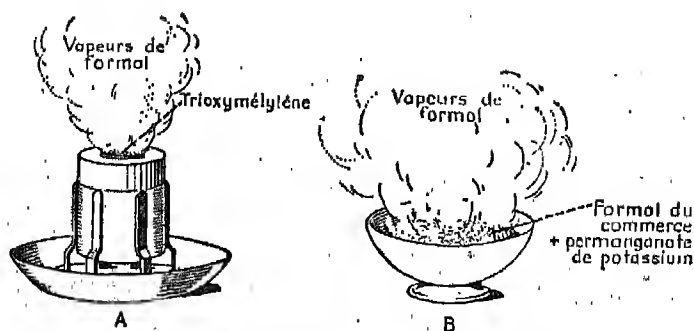

Fig. 8. — Désinfection par le formol.
2° Sans employer de réchaud, on peut opérer à froid (désinfection d'une penderie par exemple). Placer le formol du commerce, à la dose de 100 grammes dans un récipient assez grand. Y verser des cristaux de permanganate de potassium (1 partie de permanganate pour 2 de formol). Le mélange dégage immédiatement la vapeur d'aldéhyde formique (fig. 8, B). Il faut opérer assez rapidement pour éviter le contact irritant — mais non dangereux — des vapeurs.
1. On trouve dans le commerce des appareils spéciaux (fumigateurs, aldors formogènes, etc.), renfermant du trioxyméthylène entouré d'une pâte combustible qui brûle sans flamme (fig. 8, A). La chaleur de combustion transforme le trioxyméthylène en formol, qui se dégage.